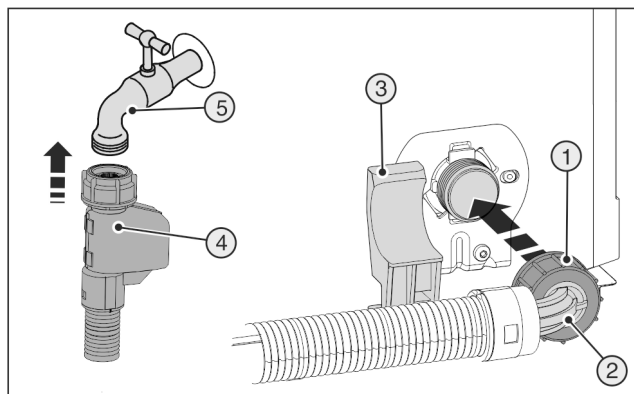

Fig. 22
- Csatlakoztassa az egyenes tömlővéget Fig. 22 (4) az elzáró csaphoz Fig. 22 (5).